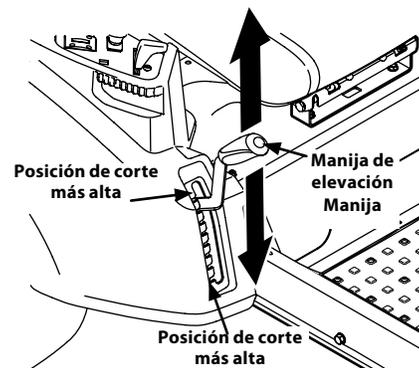

Figura 4-8
- a. Usando la manija de elevación de la plataforma, levante la plataforma a la posición que le ofrece mayor recorrido horizontal de la correa entre las poleas locas de la plataforma y la polea de la PTO en la base del motor. Consulte la Figura 4-8.
- d. Baje la plataforma hasta la posición de corte más baja usando la manija de elevación de la plataforma. Consulte la Figura 4-8.
- e. Baje la plataforma hasta la posición de corte más baja usando la manija de elevación de la plataforma. Consulte la Figura 4-8.
7. Ubique la manija de elevación de la plataforma en la posición de corte más elevada y deslice la plataforma hacia afuera desde abajo del tractor. Consulte la Figura 4-8.
1. Ubique la manija de elevación de la plataforma en la posición de corte más elevada. Vea la Figura 4-8.